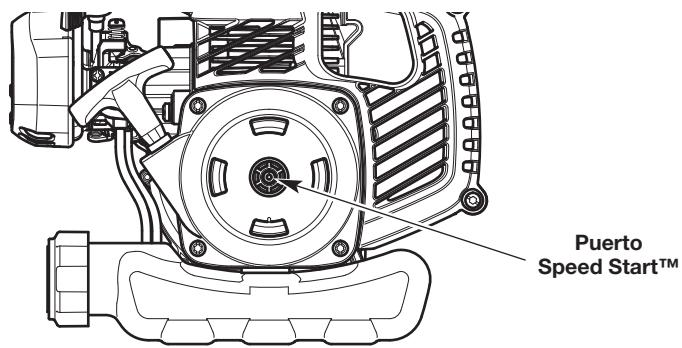

Fig. 17
7. **NO** apriete el control del acelerador. Coloque el accesorio Speed Start™ en el puerto Speed Start™ (Fig. 17). Consulte la sección *Operación* del manual del operador del accesorio Speed Start™.